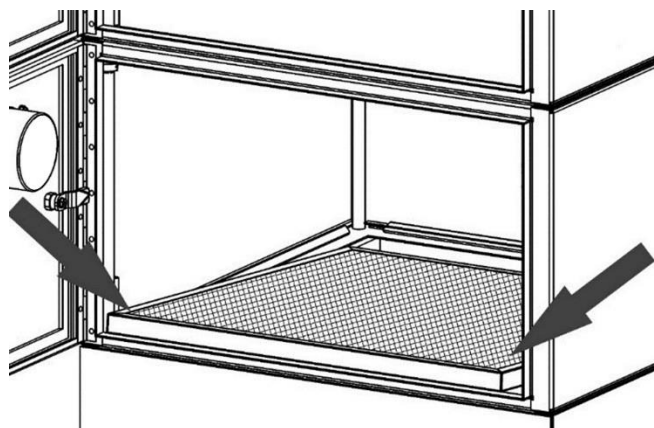

Рисунок 11
- 2) сдвинуть префильтр от себя вперёд, поднять за передний край и извлечь из камеры (рисунок 11);